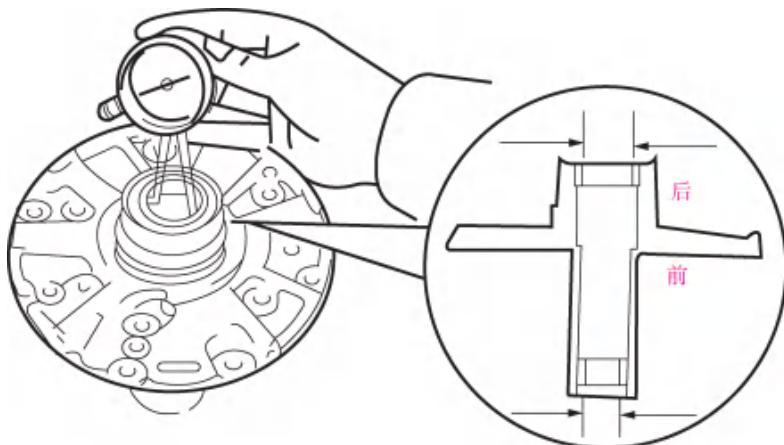

图 3-19 检测导轮轴总成的衬套内径
(5)用百分表测量导轮轴总成的衬套内径,如图 3-19 所示。最大内径为前侧 21.57 mm,后侧 27.07 mm。如果内径大于最大值,则更换导轮轴总成。